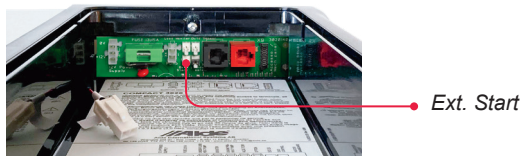

fig. 4
Connectez le câble de signal à la carte de circuit imprimé de la chaudière (voir fig. 4)
5. Le connecteur au fil vert et jaune est connecté avec le câble d'extension fourni (fig. 1, F). Le câble est ensuite connecté à l'Ext. L'interrupteur de démarrage (fig. 4) indique si le filtre est actif sur le panneau de commande pendant le débit d'eau de la pompe à eau.